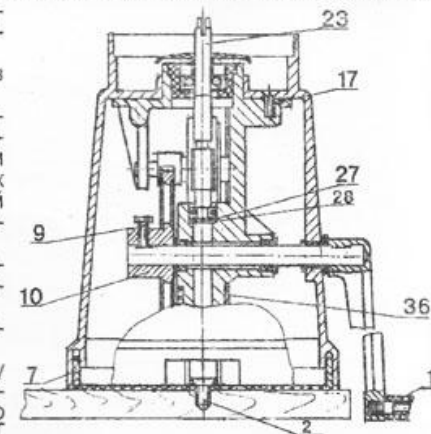

Рис. 2 Механизм сепаратора - сливкоотделителя
В корпусе привода размещается шестеренчатый механизм, собранный на отдельном кронштейне, который крепится к станине тремя винтами М6х12 (рис.2).
5.4. Регулировка веретена по высоте производится посредством шайб поз. 27, 28 (рис.2) на заводе - изготовителе.
6.4. Крепление механизма сепаратора к рабочему столу (рис.2) производить в следующем порядке:
-положить на рабочий стол крышку поз.7 (рис.2) и налить в нее машинное масло, индустриальное масло марки И-12А или И-20А, ГОСТ 20799-88 в количестве 180±20 граммов;
-установить на крышку механизм сепаратора и закрепить его к рабочему столу шурупами поз.2 (рис.2).
6.5. Собранный барабан установить на веретено поз.23 (рис.2) так, чтобы штифт барабана вошел в паз веретена.
8.3. Для слива масла из картера станины необходимо механизм сепаратора открепить от рабочего стола и слить масло из крышки поз.7 (рис.2).
8.5. Один раз в полгода необходимо проверять затяжку винтов М6х12 (рис.2 поз.17). Винты должны быть затянуты до отказа. После затяжки винтов углубления должны быть замазаны пластилином.
8.6. В случае разборки сепаратора следует обеспечить соприкосновение стойки поз.36 (рис.2) и шестерней поз.10 (рис.2 и 3).